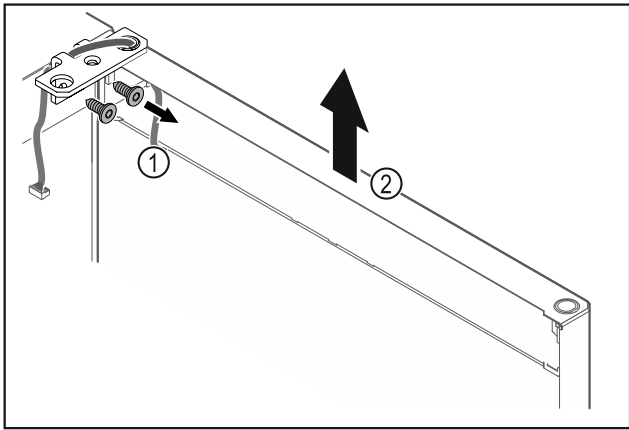

Fig. 25
- ▶ Csavarozza le a csuklópántot Fig. 25 (1).
- ▶ Az ajtót a csuklópánttal Fig. 25 (2) együtt emelje meg felfelé kb. 200 mm-rel, majd vegye le.